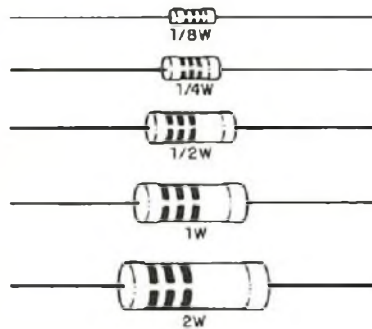

figura 5
Os resistores são então encontrados em diversas dissipações dadas em watts (W) e que são imediatamente reconhecidas pelo tamanho do componente. Na figura 5 mostramos as dissipações comuns dos resistores de carbono que são de 1/8W (menores); 1/4W; 1/2W, 1W e 2W (maiores).